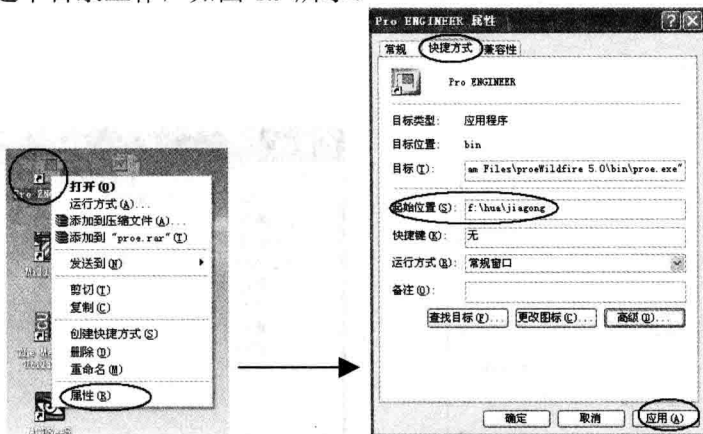

图 1.9 设置默认工作目录
- 设置默认工作目录：右击桌面图标，在快捷菜单中选择【属性】命令，在弹出的【Pro/ENGINEER 属性】对话框中切换到【快捷方式】选项卡，在【起始位置】文本框中设置工作目录路径，如图 1.9 所示。以后每次进入 Pro/ENGINEER 都会在这个目录工作，如图 1.9 所示。